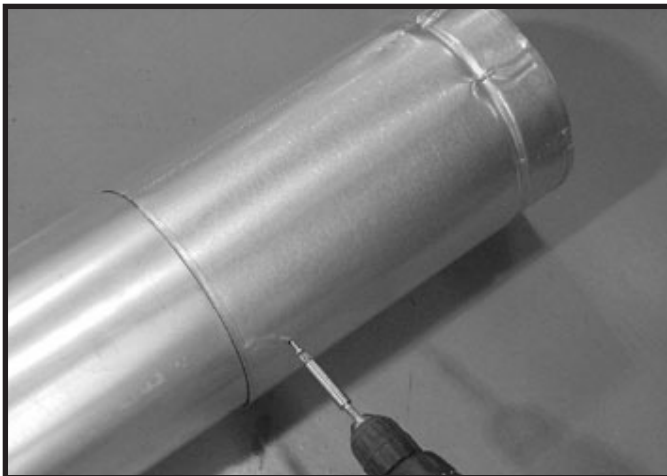

Figure 7.6 Vis sur la section coulissante
- Fixez le conduit et la section coulissante avec deux vis d'une longueur inférieure à 1/2 po (13 mm) en utilisant les trous de guidage sur la section coulissante. Voir la figure 7.6.